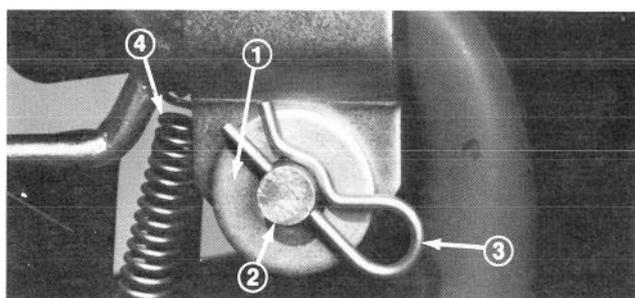

Figure 11
cheville d'étrier (Fig. 11). La tête de la cheville d'étrier doit être du côté droit du support en U.
3. Glissez la rondelle plate sur la cheville d'étrier, puis installez la goupille fine dans la cheville d'étrier pour que toutes les pièces soient retenues (Fig. 11).